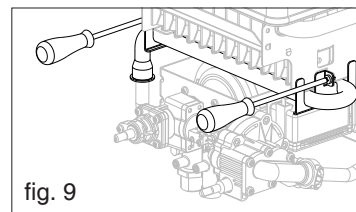

fig. 9
- Soltar os parafusos que fixam o colector (fig. 9)